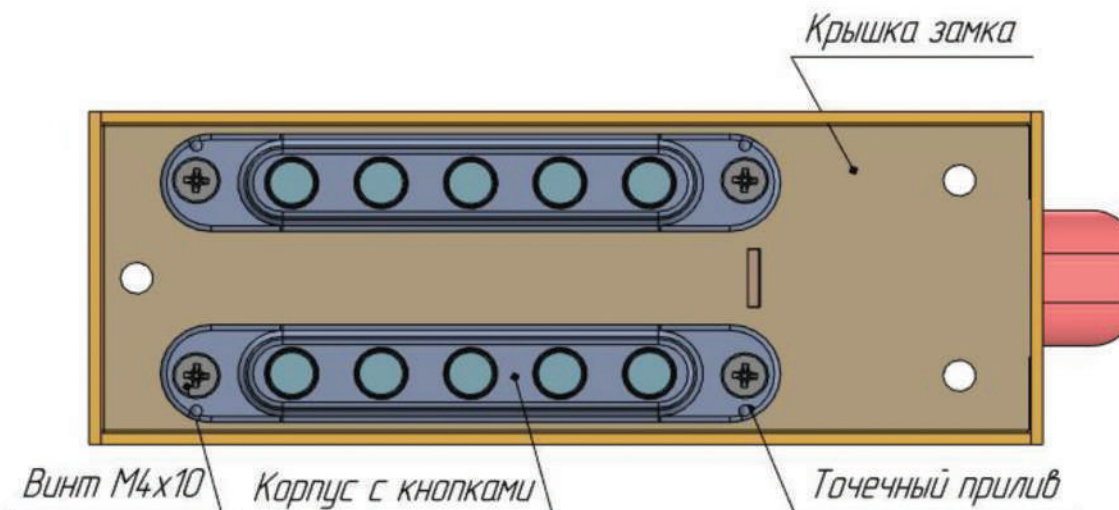

Рис. 3.
5. Откручиваем крестовой отверткой четыре винта М4х10, снимаем два корпуса с кнопками и крышку замка (рис. 3).
13. Помещаем на крышку замка два корпуса с кнопками, разместив точечными приливами наружу от оси замка (рис. 3). Закрепляем их с помощью четырех винтов М4х10.